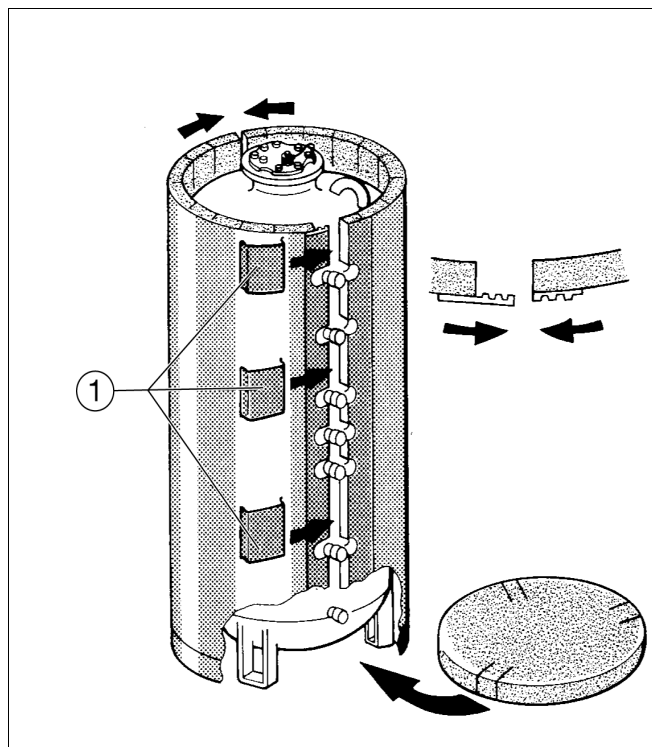

Fig. 7
- Poser la plaque d'isolation thermique sur le sol, les incisions dans la zone des pieds réglables (fig. 7).
Fermer d'abord la baguette de fermeture des conduites de raccordement puis sécuriser à l'aide d'auxiliaires de montage (rail en U) (fig. 7).
- Poser le matelas isolant perforé sur le corps du préparateur de manière à ce que le gabarit de perçage corresponde aux raccordements (fig. 7).